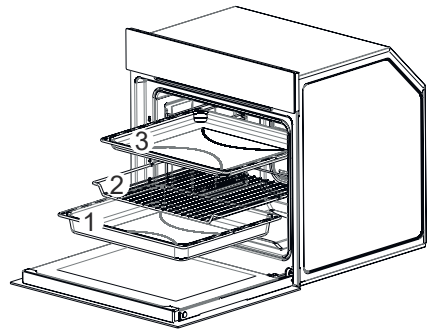

Fig. 13
- Ta ut plåtarna och grillgallret (1-2-3 / Fig. 13).